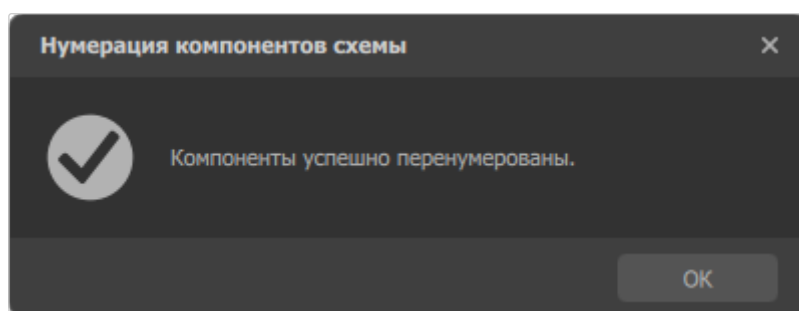

Рисунок 144. Диалоговое окно подтверждения перенумерации компонентов
- 2) В диалоговом окне, подтверждающем перенумерацию компонентов, нажать на кнопку ОК (см. рисунок 144).